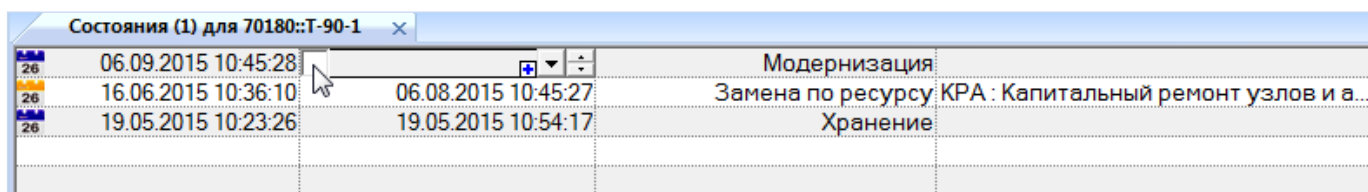

Рис. 28-9 – Навести курсор мыши в начало поля «Дата окончания» для актуального состояния
1) В окне связанных объектов «Состояния» для экземпляра ФИ навести курсор мыши в начало поля «Дата окончания» для актуального состояния (рис. 28-9).